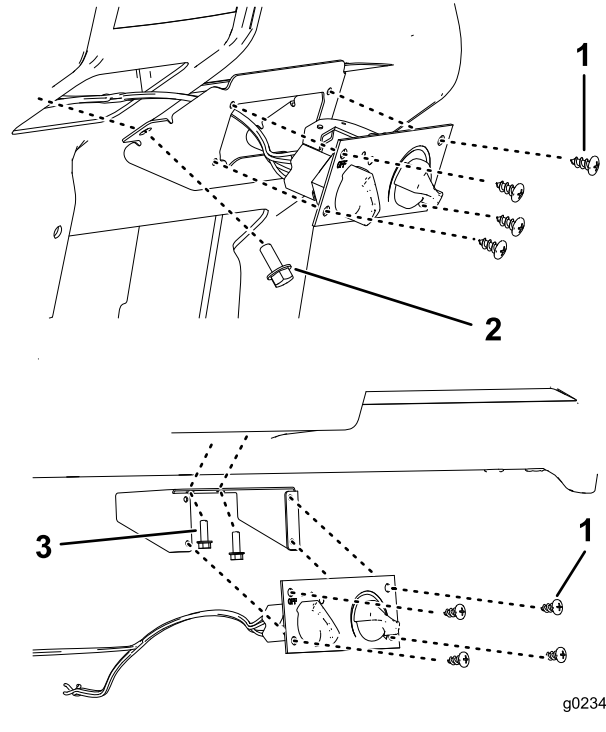

Bild 5
4. Befestigen Sie das Heizungsbedienelement mit vier Blechschrauben an der Aufnahme für das Heizungsbedienelement (**Bild 5**).
5. Verbinden Sie das Heizungssteuerkabel und den schwarzen Kabelbaumverbinder mit der Heizungssteuerung und den weißen Kabelbaumverbinder mit der Heizung (**Bild 5**).
7. Befestigen Sie vier Bundkopfschrauben (5/16 x 3/4") vorne in der Halterung für die Heizungssteuerung und entweder zwei Schrauben (5/16" für die HD-Modelle) an der Seite der Halterung oder zwei Schrauben (1/4" für die MD-Modelle) an der Innenseite oben an der Halterung, abhängig von Ihrem Fahrzeugmodell (**Bild 5**).